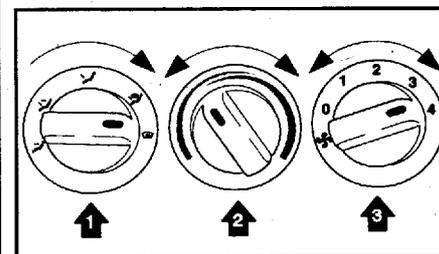

Рис. 107. Расположение регуляторов на панели отопления и вентиляции при размораживании и устранении запотевания ветрового стекла
1. Установите позицию подогрева пола (floor-defrost) или просто позицию подогрева (defrost) (рис. 107). Если в данный момент кондиционирование или подача наружного свежего воздуха не требуется, нажмите на соответствующую кнопку для отмены этих функций.